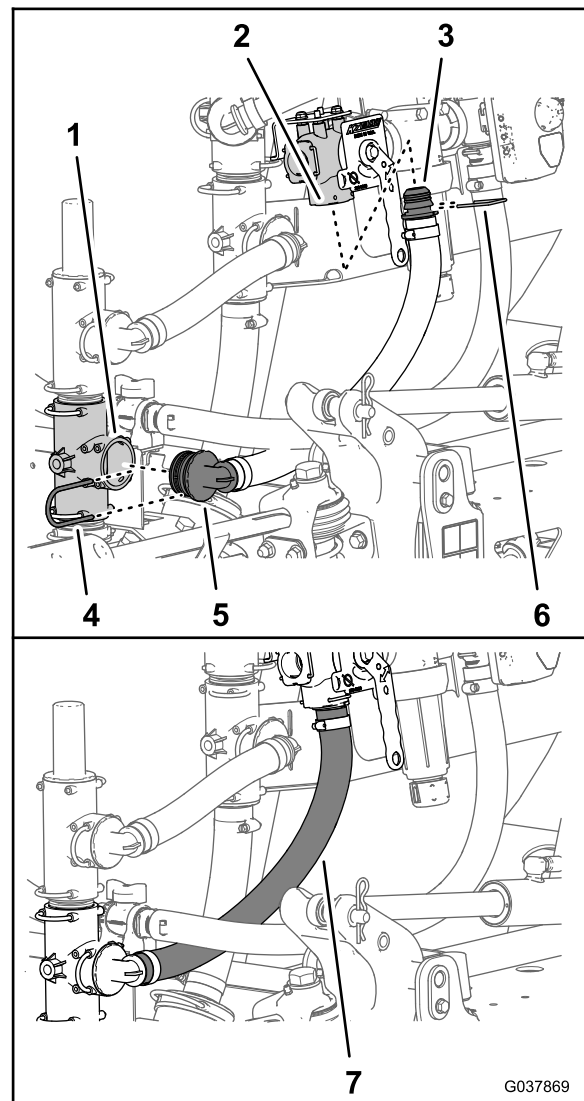

Bild 71
1. Befestigen Sie das gerade, gezahnte Anschlussstück des Sprühfahrzeug-Zulaufschlauchs (25 mm x 486 mm) im Zulaufanschluss des Ejektorabstellventils (**Bild 71**).
2. Befestigen Sie das gerade, gezahnte Anschlussstück mit dem Halter, der dem Abstellventil beiliegt, am Ejektorabstellventil (**Bild 71**).
3. Befestigen Sie das 90°-Anschlussstück des Sprühfahrzeug-Zulaufschlauchs im offenen Anschluss am T-Anschlussstück der Sprühpumpe (**Bild 71**).
4. Befestigen Sie das 90°-Anschlussstück mit dem Halter (**Bild 71**), den Sie in Schritt 5 in Entfernen des Rührwerk-Sicherheitsventils und der Sprühfahrzeug-Zulaufschläuche (Seite 18) entfernt haben, am T-Anschlussstück.